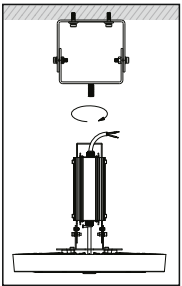

Рис. 3
- 5.12.3 Вставьте шпильку кронштейна в специальное отверстие в скобе драйвера в верхней части осветительного прибора и надежно затяните с помощью гайки M12 (рис. 3).